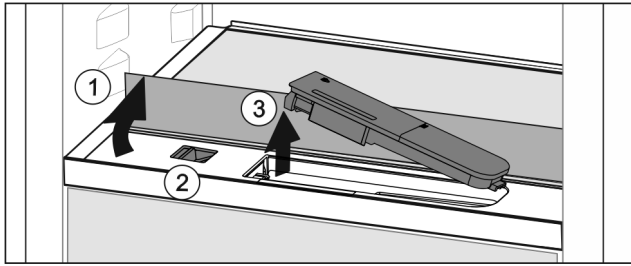

Fig. 59
- ▶ Glasplaat heffen en tot de aanslag naar achter klappen Fig. 59 (1).
- ▶ Schuif Fig. 59 (2) naar links schuiven.
- ▶ Waterreservoir eruit halen Fig. 59 (3).